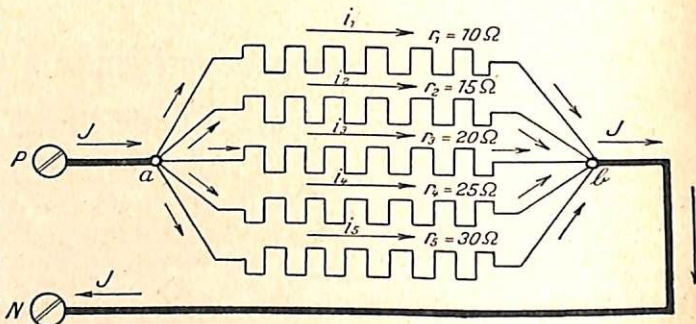

Abb. 12 (zu Aufg. 48).
48. Zwischen den Anschlußklemmen a und b der 5 nebeneinander geschalteten Widerstände $r_1 - r_2 - r_3 - r_4 - r_5$ (Abb. 12) herrscht eine Spannung von 110 Volt. a) Wie groß sind die einzelnen Zweigströme i_1 bis i_5 , wenn $r_1 = 10 \Omega$; $r_2 = 15 \Omega$; $r_3 = 20 \Omega$; $r_4 = 25 \Omega$; $r_5 = 30 \Omega$; ist? b) Wie groß ist der Gesamtstrom J ? c) Wie groß wären die Einzelströme $i_1 - i_2 - i_3 -$